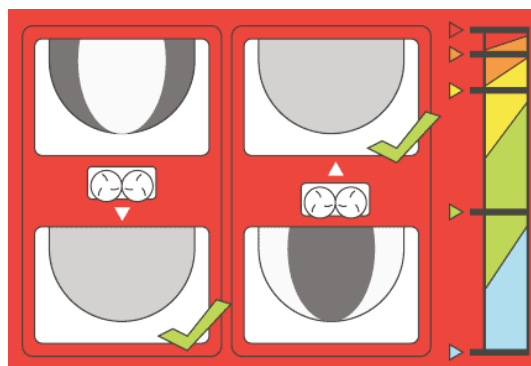

Рисунок 41
**Примечание:** Цветовые диапазоны на табличке, показанной на Рисунок 41, соответствуют цветовым диапазонам на табличке с основными рабочими параметрами (Рисунок 30).